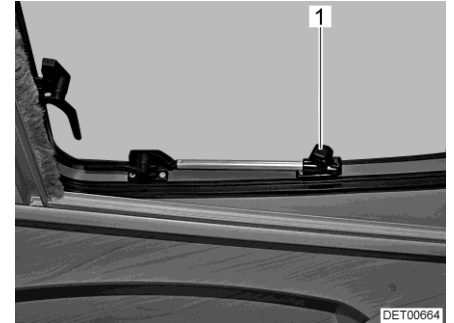

Bild 57 Takfönster med vridspärrar, öppen
- Det takfönstret öppnas till önskat läge och låses med den lettrade hylsan (Bild 57,1).
- Vrid den ratten (Bild 57,1) tills låsningen släpper.